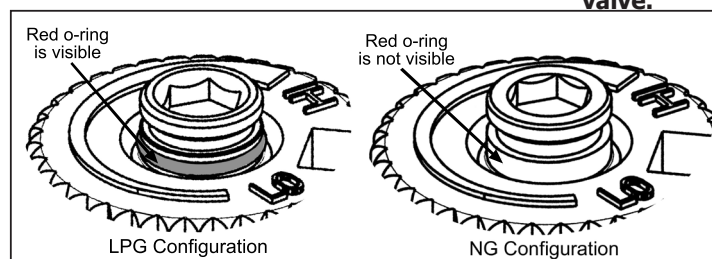

Figure 23: Joint torique sur la vis de valve.
- g) Vérifiez que si la conversion est de NG au GPL, la vis doit être ré-assemblée avec le joint torique rouge visible (voyez Figure 23). Si la conversion est de GPL pour le GN, le joint torique rouge de ne doit pas être visible.